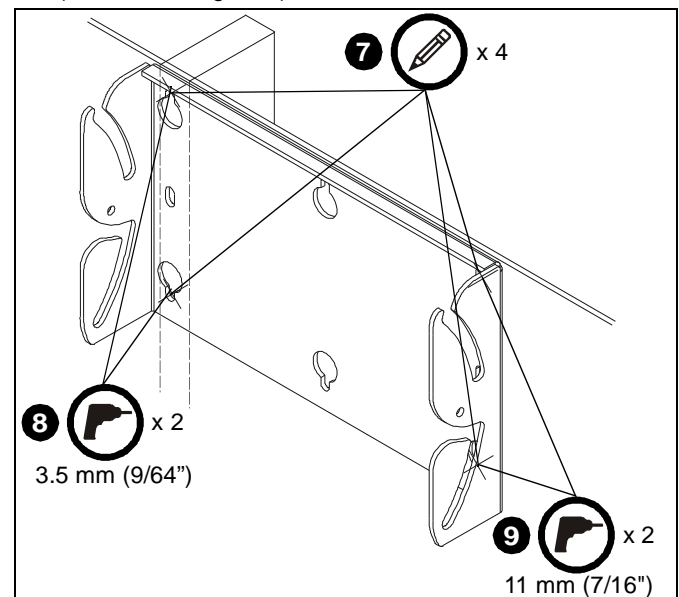

Figura 3
7. Use el soporte de pared (P) como molde; marque dos lugares para los orificios en el centro del montante de madera y dos lugares para orificios en la placa de yeso a la altura de instalación deseada. Utilice un nivel para asegurarse que el soporte esté nivelado. (Consulte la Figura 3)
8. Haga dos orificios de 3.5 mm (9/64") en los lugares que marcó en el montante de madera. (Consulte la Figura 3)
9. Haga dos orificios de 11 mm (7/16") en los lugares que marcó en la placa de yeso. Asegúrese de que los orificios estén en línea recta y que atraviesen la placa de yeso. (Consulte la Figura 3)